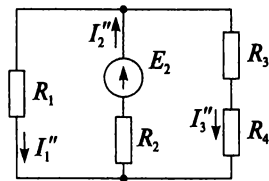

Рис. 3.38
2. Определяют частичные токи I'' от источника ЭДС E_2 методом «свертывания» без учета ЭДС E_1 (рис. 3.38).